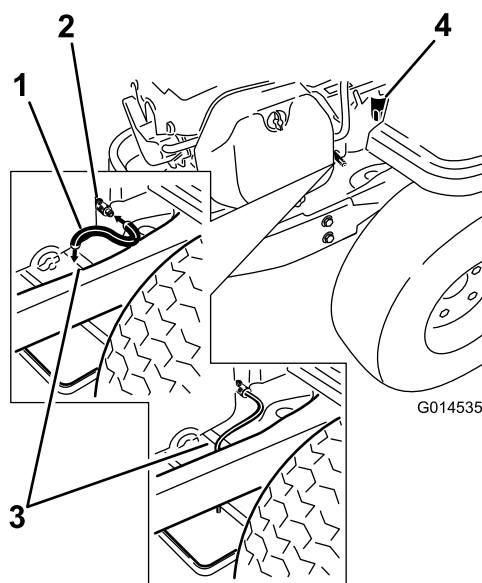

Bild 31
5. Reinigen Sie den Bereich um das Ablassventil und den Maschinenrahmen. Finden Sie den Ölablassschlauch und schieben Sie ihn auf das Ablassventil (Bild 31).
6. Stecken Sie das andere Ende des Ölablassschlauches auf das Ende des Rahmens (Bild 31).